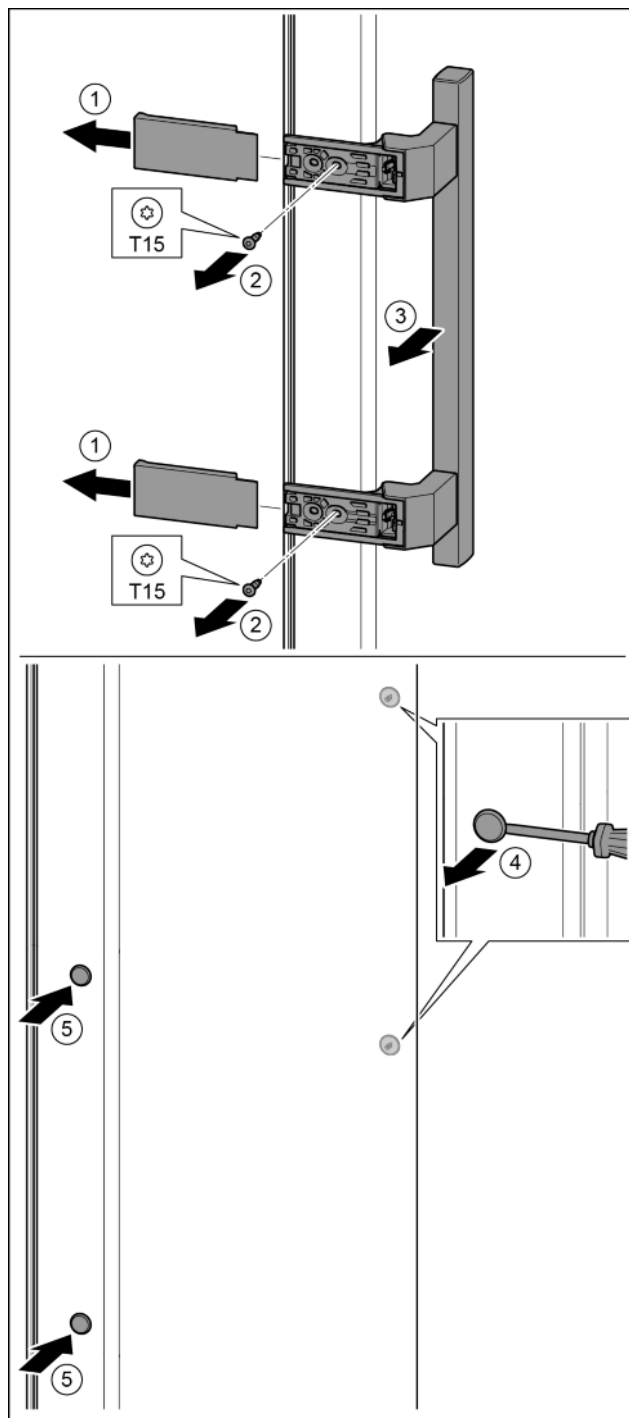

Fig. 16
- ▶ Stáhněte kryt. Fig. 16 (1)
- ▶ Šroubovákem T15 vyšroubujte šrouby. Fig. 16 (2)
- ▶ Sejměte madlo. Fig. 16 (3)
- ▶ Postranní zátku opatrně plochým šroubovákem nadzvedněte a vytáhněte. Fig. 16 (4)
- ▶ Zátku opět vložte na druhé straně. Fig. 16 (5)